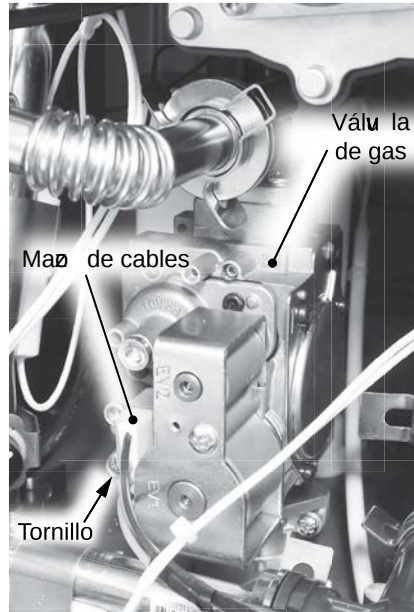

Figura 63 - Ubicación del mazo de cables de la válvula de gas.
- 12** Ubique el tornillo que fija el mazo de cables a la válvula de gas. Consulte la Figura 63. Use un destornillador Phillips para retirar el tornillo y déjelo a un lado en un lugar seguro para volver a instalarlo.